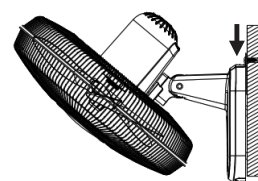

Fig. 3
6. Inserire i 2 fori di montaggio (9) sul ventilatore sopra le teste delle viti e far scorrere il ventilatore verso il basso fino a bloccarlo saldamente in posizione (Fig. 3). Serrare le viti di montaggio se necessario.